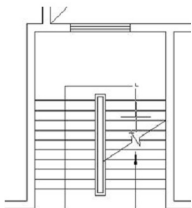
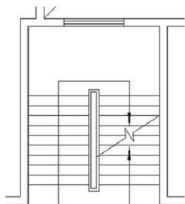

图 2.133 确定第三段箭头杆的长度
图 2.134 绘制出箭头端部
(5) 在指定下一个点或 [圆弧(A)/半宽(H)/长度(L)/放弃(U)/宽度(W)]: 提示下,关闭【对象捕捉】功能,将光标垂直向下拖至图 2.133 所示的位置并单击,确定第三段箭杆的长度。
(6) 在指定下一个点或 [圆弧(A)/半宽(H)/长度(L)/放弃(U)/宽度(W)]: 提示下,输入“W”后按 Enter 键。
(7) 在指定起点宽度<0.0000>: 提示下,输入“80”后按 Enter 键。
(8) 在指定端点宽度<80.0000>: 提示下,输入“0”后按 Enter 键。
(9) 在指定下一点或 [圆弧(A)/闭合(C)/半宽(H)/长度(L)/放弃(U)/宽度(W)]: 提示下,将光标垂直向下拖动,输入“400”后按 Enter 键,结果如图 2.134 所示。